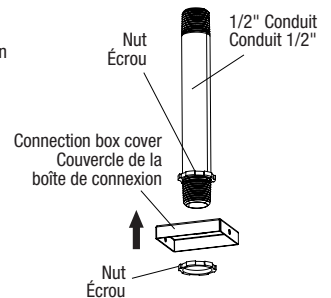

Fig. 7d
4. Visser le premier écrou sur le conduit de 1/2" (non fourni) et faire passer le couvercle de la boîte de connexion par le côté inférieur du conduit. Fixer le couvercle de la boîte de connexion sur le conduit en vissant le deuxième écrou comme indiqué sur la Fig. 7d.